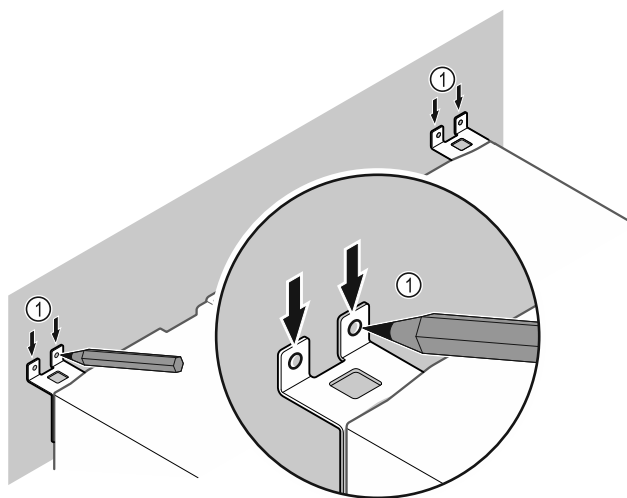

Fig. 10
- ▶ Postavite oznake na zid Fig. 10 (1).